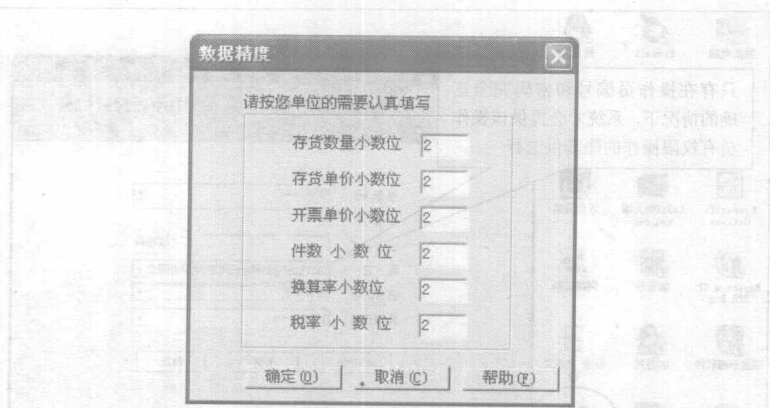

图 1-8
(6) 使用系统默认编码方案，单击“确定”按钮，系统弹出“数据精度”窗口，资料精度表示系统处理资料的小数字数，超过该精度的数据，系统会以四舍五入的方式进行取舍，如图 1-8 所示。